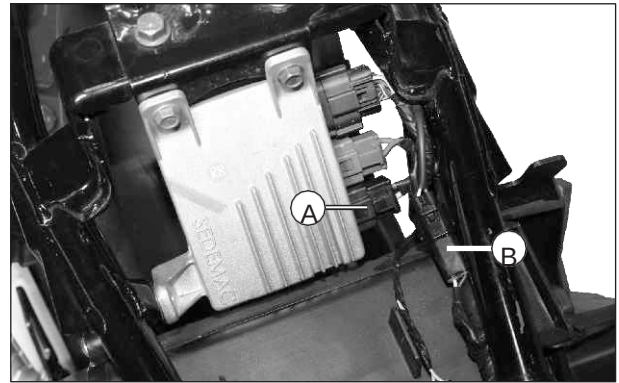

Fig. 3.108
- Desacople el conector del plato de bobinas (A) de la unidad de control del ISG y desacople la bobina pulsora (B) del ramal eléctrico. (Fig. 3.108)